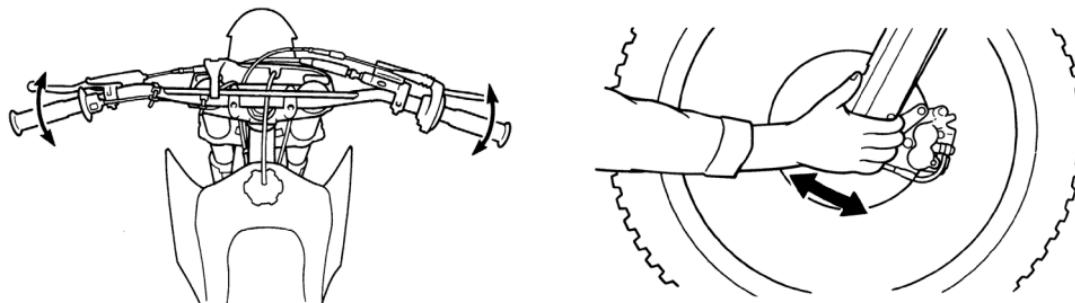

Рисунок 4. Проверка рулевой колонки
1. Встаньте перед мотоциклом. Возьмитесь за вилку (в районе передней оси) и потяните вилку по направлению к двигателю и обратно несколько раз (см. рисунок 4). Если подшипники изношены, вы почувствуете люфт или даже услышите щелчок/глухой удар.